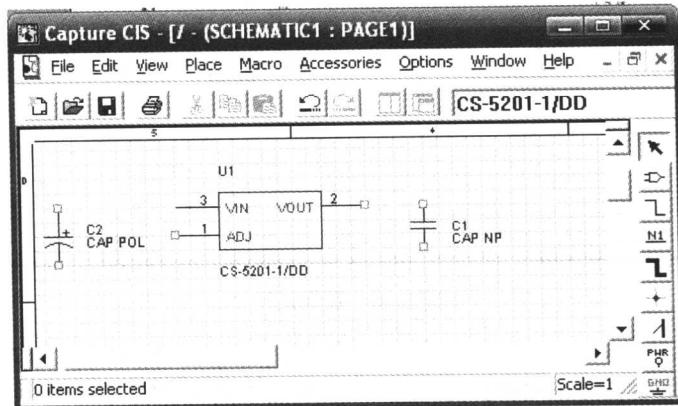

图 2-8 放置在原理图设计窗口的元件
采用与上述步骤 8~10 类似操作，我们可以在原理图设计窗口放置元件库 Discrete.olb 中的元件 CAP NP 和元件 CAP POL，如图 2-8 所示。
12) 将鼠标放在原理图设计窗口中需要放大或缩小的地方，英文输入的情况下按 I 键（放大）或 O 键（缩小），就能以鼠标为中心放大或缩小视图，最终总能调整到图 2-8 所示的状态。